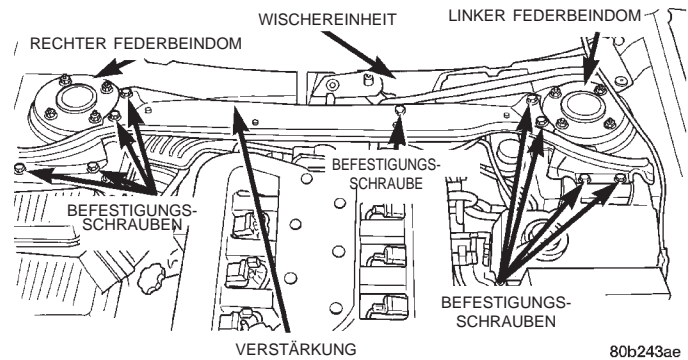
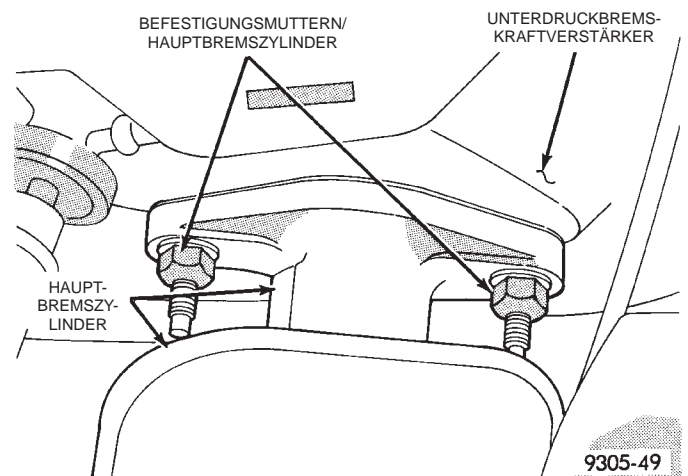

Abb. 55 Befestigung der Verstärkung am Fahrzeug
Abb. 56 Montage des Hauptbremszylinders
(5) Die 8 Schrauben lösen, mit denen die Verstärkung (Abb. 55) an den Federbeindomen befestigt ist und dann die eine Schraube (Abb. 55) lösen, mit der die Wischereinheit an der Verstärkung befestigt ist. Verstärkung aus dem Fahrzeug herausnehmen.
(6) Den Kabelsteckverbinder vom Fühler/Bremsflüssigkeitsstand an der rechten Seite des Vorratsbehälters/Hauptbremszylinder abziehen.
(7) Die 2 Muttern (Abb. 56) lösen, mit denen der Hauptbremszylinder am Unterdruckbremskraftverstärker befestigt ist.
(5) Den Hauptbremszylinder vorsichtig auf den Bremskraftverstärker setzen. Verlegethalterung des Kabelbaums auf den rechten Stehbolzen zur Befestigung des Hauptbremszylinders setzen.
(6) Die 2 Muttern zur Befestigung des Hauptbremszylinders am Unterdruckbremskraftverstärker (Abb. 56) ansetzen und mit einem Anzugsmoment von 29 N·m (250 in. lbs.) festziehen.
(7) Steckverbinder des Fühlers/Bremsflüssigkeitsstand wieder aufstecken.
(8) Alle Unterdruckschläuche an das Rückschlagventil des Bremskraftverstärkers anschließen.
(9) Funktion des Bremslichtschalters prüfen.
(10) Verstärkung der Wischereinheit (Abb. 55) in das Fahrzeug einbauen. Die 8 Schrauben eindrehen, mit denen die Verstärkung (Abb. 55) an den Federbeindomen befestigt wird. Die Schraube eindrehen (Abb. 55), mit der die Wischereinheit an der Verstärkung befestigt wird.